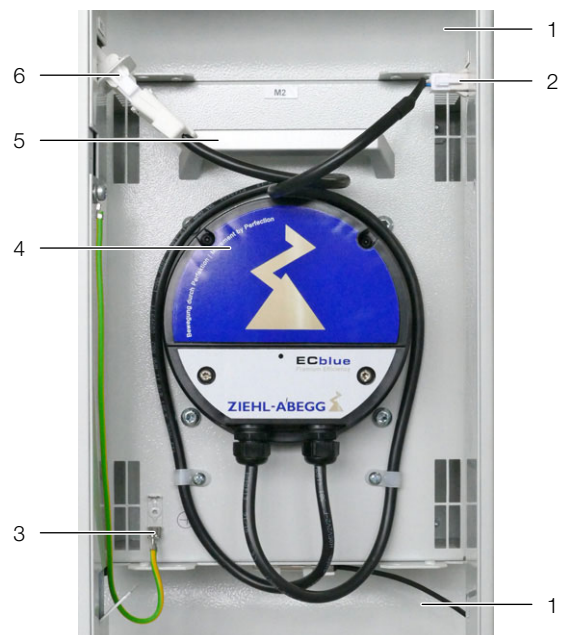

Abb. 41: Lüftermodul im Lüftereinschub
- Lösen Sie links und rechts die beiden Anschlussstecker DC und AC des Lüfters (Abb. 41, Pos. 2 und 6).
- Lösen Sie die Schutzleiterverbindung am Lüfter (Abb. 41, Pos. 3)
- Lösen Sie oben und unten jeweils links und rechts zwei Rändelschrauben (Abb. 41, Pos. 7) an den Luftleitblechen des Lüfters.